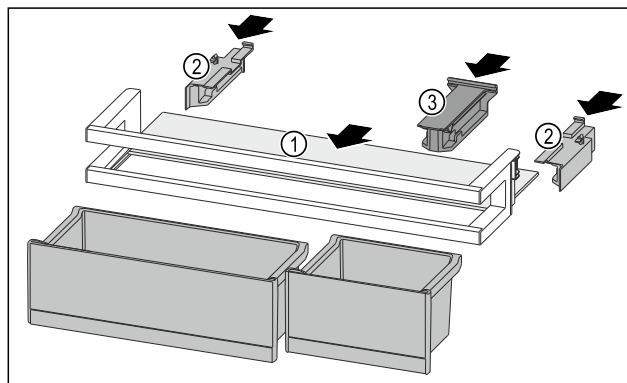

Fig. 142
- Всуňte полицю Fig. 142 (1) в бокові пази.
- Вставте бічні елементи Fig. 142 (2).
- Вставте кріпильний елемент Fig. 142 (3).